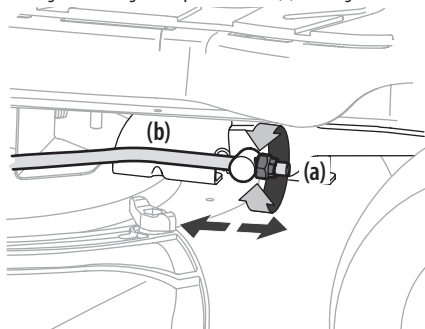

Figure 27
- Repérez l'écrou autobloquant à bride (a) sur la partie avant de la tige de relevage de la prise de force (b). Voir Figure 27.